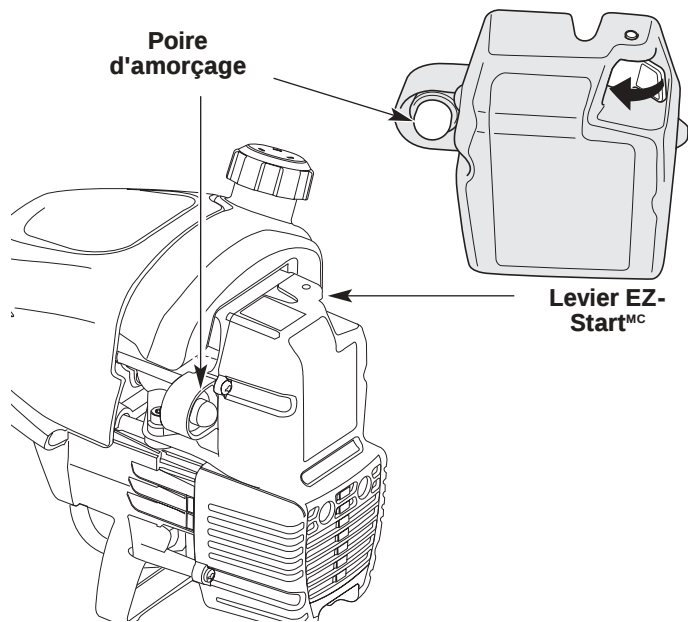

Fig. 4
3. Enfoncez complètement la poire d'amorçage et relâchez-la lentement 7 à 9 fois de suite. Vous devriez voir du carburant dans la poire (Fig. 4). Si vous ne voyez rien, appuyez trois (3) fois de plus ou jusqu'à ce que le carburant apparaisse.
4. Poussez le levier EZ-Start^{MC} vers la gauche jusqu'à ce qu'il émette un déclic et se verrouille (Fig. 4).
6. Appuyez sur la manette des gaz pendant 5 à 10 secondes pour réchauffer le moteur. Le levier EZ-Start^{MC} devrait se dégager automatiquement (Fig. 4).